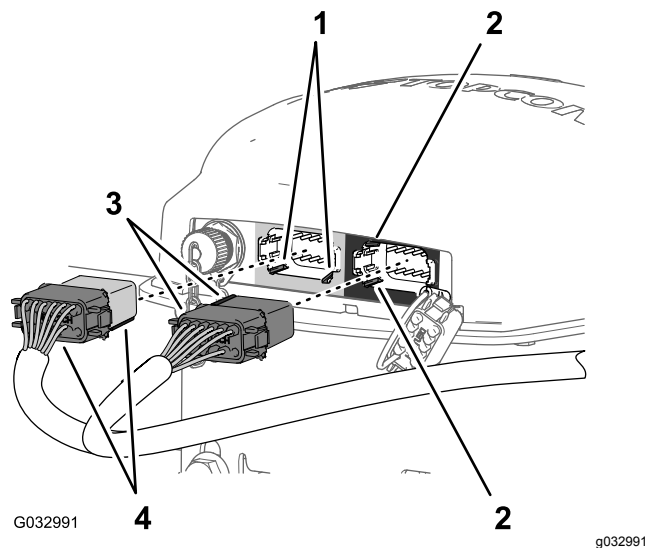

Figure 167
3. Placez les 2 détrompeurs situés sur la face longue du connecteur à 12 douilles gris et noir du faisceau de donnée en face des 2 rainures dans la paroi horizontale inférieure du connecteur à 12 broches gauche (gris) du récepteur de navigation (Figure 167).
4. Branchez le connecteur à 12 douilles gris et noir du faisceau de données au connecteur à 12 broches gauche (gris) du récepteur de navigation jusqu'à ce que les connecteurs s'enclenchent solidement (Figure 167).
5. Placez les 2 détrompeurs situés sur le côté court du connecteur à 12 douilles noir du faisceau de donnée en face des 2 rainures dans la paroi verticale gauche du connecteur à 12 broches droit (noir) du récepteur de navigation (Figure 167).
6. Branchez le connecteur à 12 douilles noir seulement du faisceau de données au connecteur à 12 broches gauche (noir) du récepteur de navigation jusqu'à ce que les connecteurs s'enclenchent solidement (Figure 167).